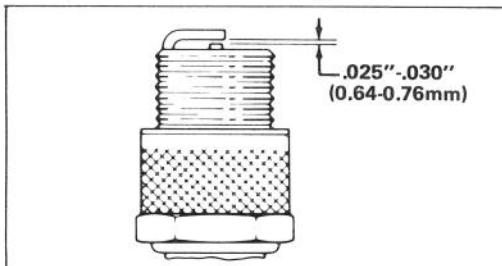

Figure 29
REEMPLACEMENT DE LA BOUGIE D'ALLUMAGE (fig. 29)
3. Réglez l'écartement entre les électrodes de la nouvelle bougie d'allumage de 0,64 à 0,76 mm (fig. 29). Puis, posez la bougie sur la culasse. Serrez la bougie à 20,3 N.m. En l'absence de clé dynamométrique, serrez la bougie complètement.